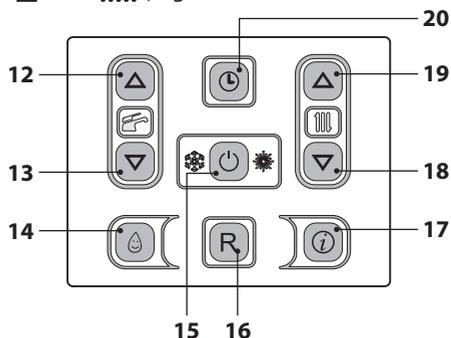

Figura 6.7
- Tenere premuto per 2 secondi il tasto 15 fino a far apparire sul display entrambe i simboli  e  (Figura 6.7).
- Spegnerne la caldaia tenendo premuto per 2 secondi il tasto 15 (Figura 6.7) fino a far apparire sul display LCD il simbolo - - - - (Figura 6.6).